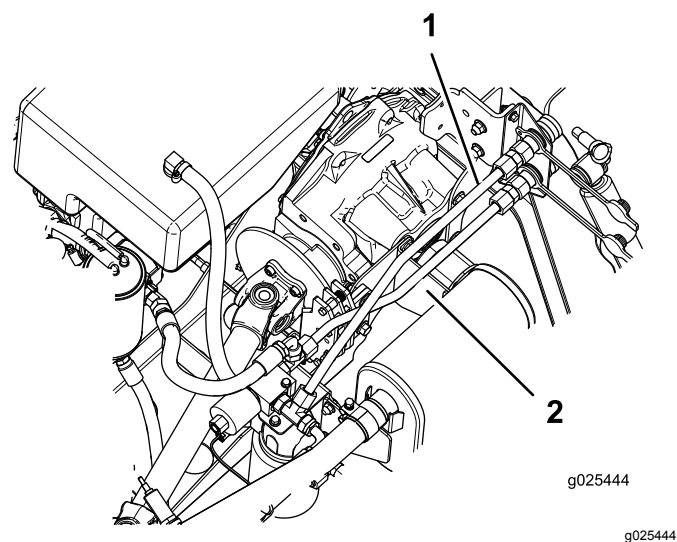

Figura 10
2. Montate il condotto idraulico rigido superiore sul giunto ad accoppiamento rapido superiore e il raccordo laterale a T sul collettore senza fissarli (Figura 10).
1. Montate il condotto idraulico rigido inferiore sul giunto ad accoppiamento rapido inferiore e il raccordo posteriore a T sul collettore senza fissarli (Figura 10).